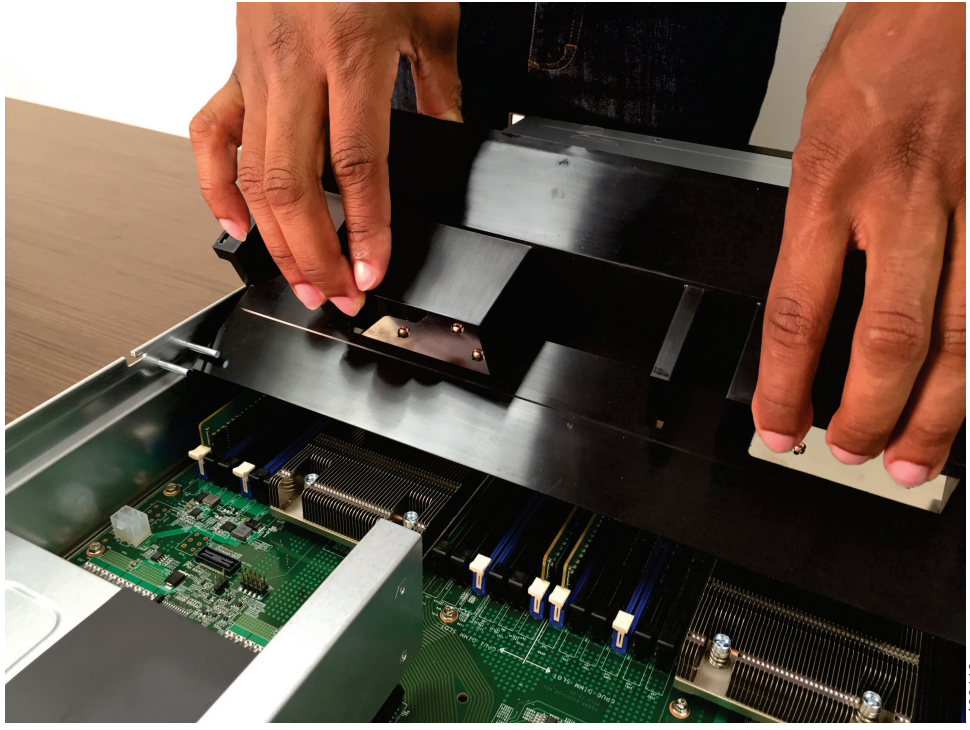

図 84. エア・バッフルの位置合わせ
2. 116 ページの図 84 に示すように、エア・バッフルを少し傾けた状態で保ち、シャーシの側面に位置合わせします。